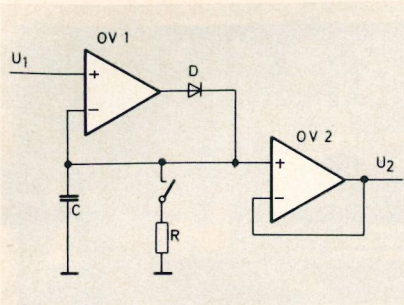

Bild 6 Prinzipschaltbild des Spitzenwertspeichers
**Bild 6** zeigt das Prinzipschaltbild des Spitzenwertspeichers.